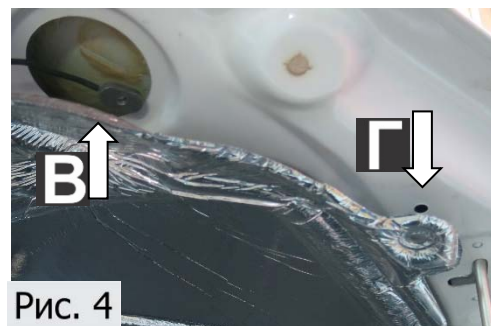

Рис. 4
4. Завести гайку закладную в отверстие **В**. Совместить резьбовое отверстие в гайке закладной с отверстием в капоте **Г** (рис.4,5).